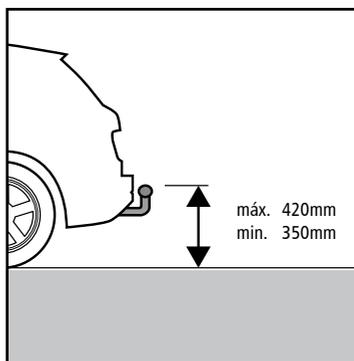

Figura 1a: Dimensões da aresta superior do engate do reboque após a elevação da suspensão
- Caso o seu veículo possua um engate para reboque, assegure antes da instalação que a aresta superior do engate para reboque não ultrapasse os 420mm após a elevação da suspensão (figura 1a)